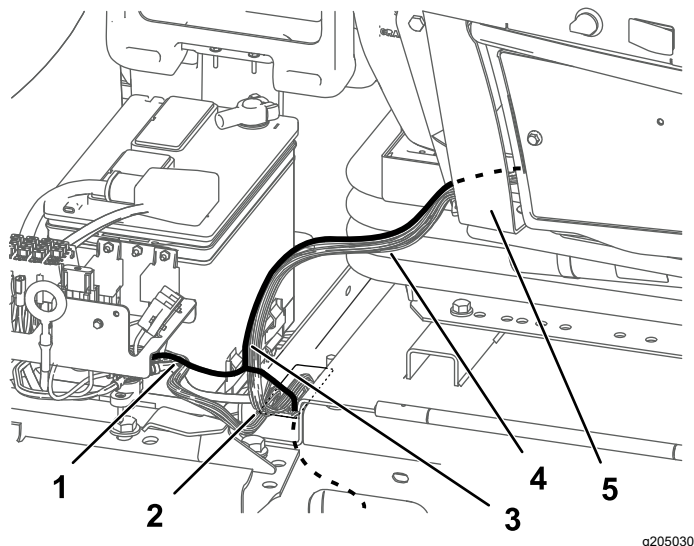

Figura 22
1. Disponete il cablaggio preassemblato lungo il cablaggio preesistente nell'apertura nel telaio, dietro al sedile (Figura 22).